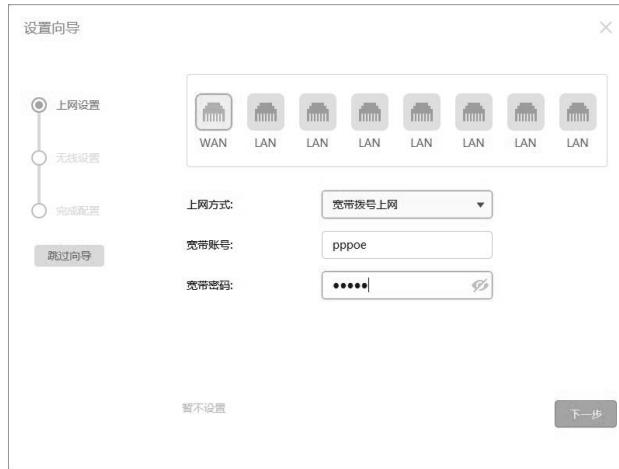

图4-6 上网方式-PPPoE
1)如果上网方式为PPPoE, 即ADSL虚拟拨号方式, 则需要填写网络服务商提供的上网账号和密码, 如图4-6所示, 填写完毕后单击下一步, 将会进入接口信息页面。